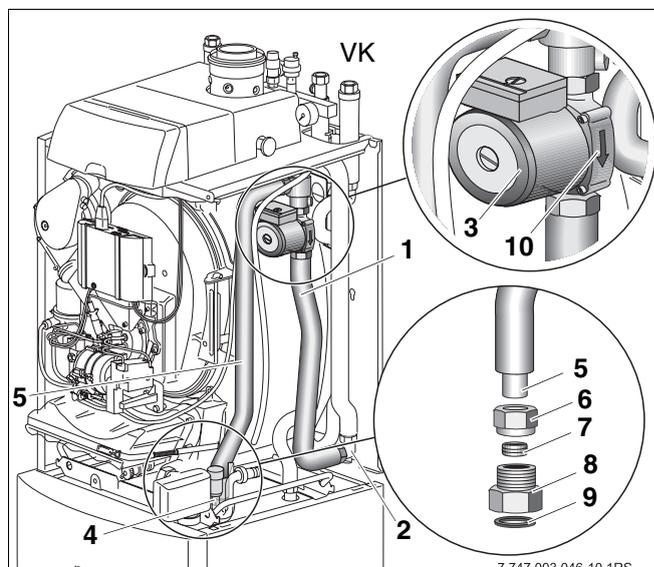

Bild 26 Rücklaufrohrgruppe montieren
- Kontrollieren Sie die Flussrichtung der Pumpe, der Pfeil (Bild 26, **Pos. 10**) muss nach unten zeigen.
- Kappe vom Rücklauf-Winkelverteiler (Bild 26, **Pos. 2**) abschrauben.
- Speicherrücklaufrohr (zum Heizkessel; Bild 26, **Pos. 1**) an den seitlichen Abgang des Rücklauf-Winkelverteilers (Bild 26, **Pos. 2**) mit Überwurfmutter anschrauben.
- Zum einfacheren Montieren des Speicherrücklaufrohrs (Bild 26, **Pos. 5**) an den Speicherrücklauf, sollten Sie den Siphon demontieren.
- Übergangsverschraubung (Bild 26, **Pos. 8**) am Speicherrücklauf (Bild 26, **Pos. 4**) mit Dichtung (Bild 26, **Pos. 9**) anschrauben.
- Überwurfmutter (Bild 26, **Pos. 6**; Seite 20) und Klemmring (Bild 26, **Pos. 7**; Seite 20) über das Rohr am Speicherrücklaufrohr (Bild 26, **Pos. 5**; Seite 20) schieben.
- Speicherrücklaufrohr (Bild 26, **Pos. 5**; Seite 20) mit Überwurfmutter (Bild 26, **Pos. 6**; Seite 20) und Klemmring (Bild 26, **Pos. 7**; Seite 20) bis zum Anschlag in die Übergangsverschraubung (Bild 26, **Pos. 8**; Seite 20) einschieben.